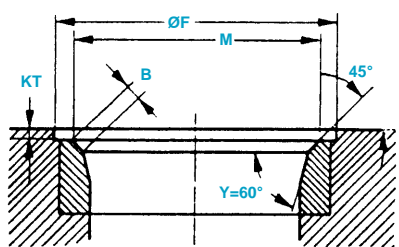

fig. Mot. 53
- Roder la soupape avec de la pâte à roder et contrôler son étanchéité (fig. Mot. 53).